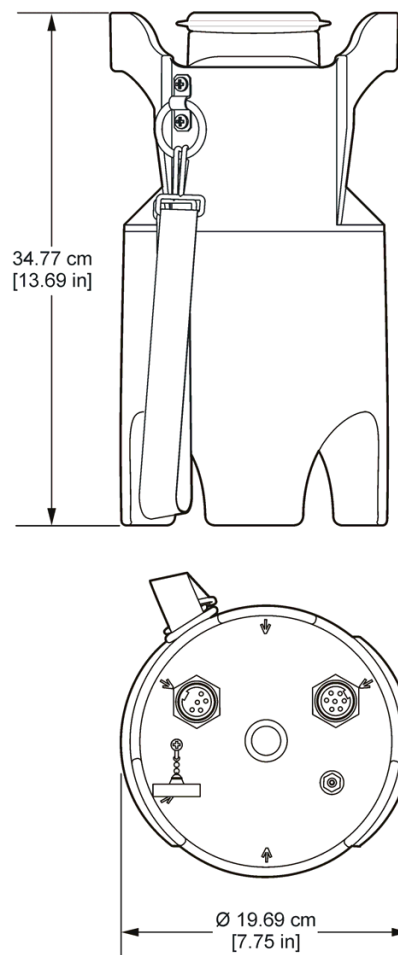

Figura 1 Dimensiones de Flo-Logger
- Afloje las abrazaderas para una instalación correcta en el pozo de inspección. Consulte Figura 1 para ver las dimensiones de la instalación.